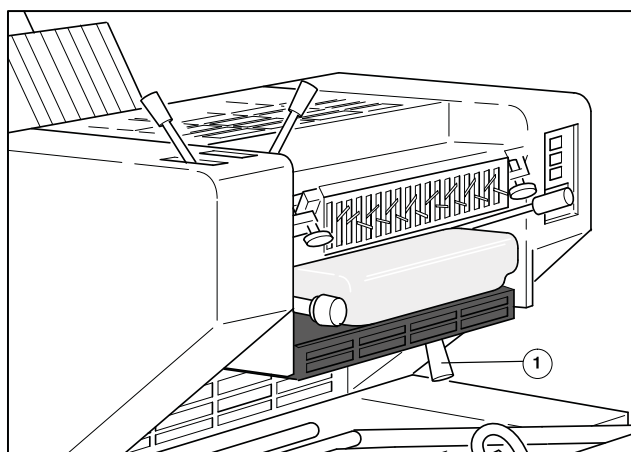

図6 インキ装置と湿し装置の切り離し
- ① レバー(図6/①)を下げて、湿し装置をインキ装置から切り離します。